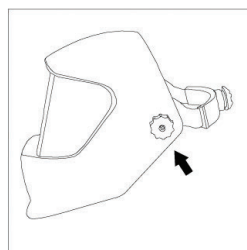

Рис. 5
7.8 Можно изменить угол щитка путём регулировки винтов на двух сторонах щитка (рис. 5).